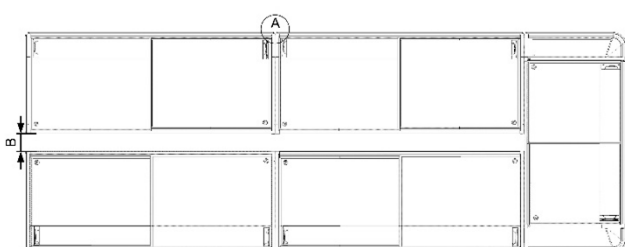

Fig. 5.: Distâncias mínimas na instalação em bloco
- ▶ Distância mínima na instalação em bloco (consultar → Fig.5.) A= 0 mm